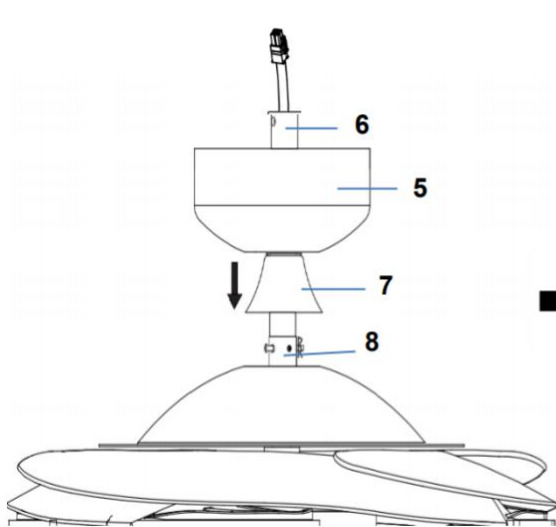
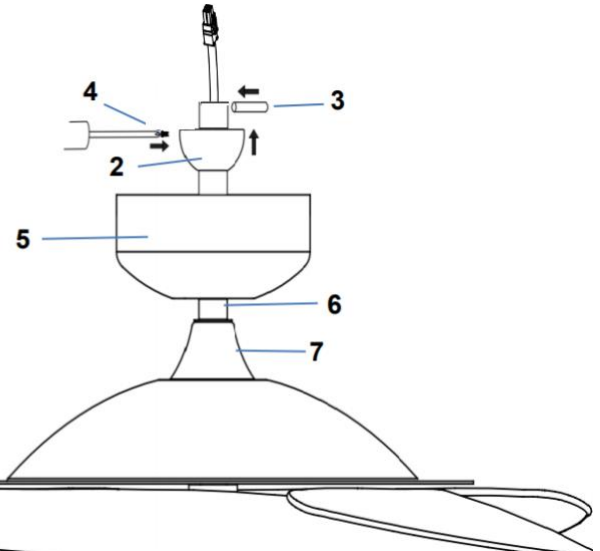

Fig. 4.5
Fig. 4.6
6. Introduzca el embellecedor (7) por el tubo colgante (6) para cubrir el tubo de acoplamiento del tubo colgante (8). (Fig. 4.5) (Fig. 4.5)
7. Vuelva a instalar el casquete (5) sobre el tubo colgante (6) y, a continuación, reinstale la junta esférica (2) y el pasador (3) en el tubo colgante (6), asegurándolos con el juego de tornillos (4). (Fig. 4.5 y Fig. 4.6)